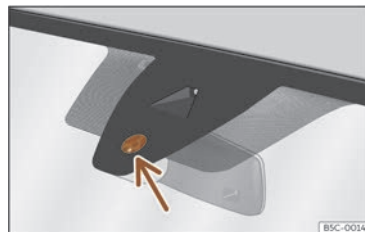

Fig. 113 Surface sensible du détecteur de pluie.
Les possibles causes d'anomalies et d'interprétations erronées *dans la zone de la surface sensible* >>> **fig. 113** du détecteur de pluie peuvent être :
- **Saletés** : la poussière sèche, la cire, le revêtement des glaces (effet lotus) ou les restes de détergent (station de lavage) peuvent réduire l'efficacité du détecteur de pluie, ralentir son temps de réaction ou annuler son fonctionnement. Nettoyez régulièrement la surface sensible du détecteur de pluie >>> **fig. 113** (flèche) et vérifiez l'état des balais.